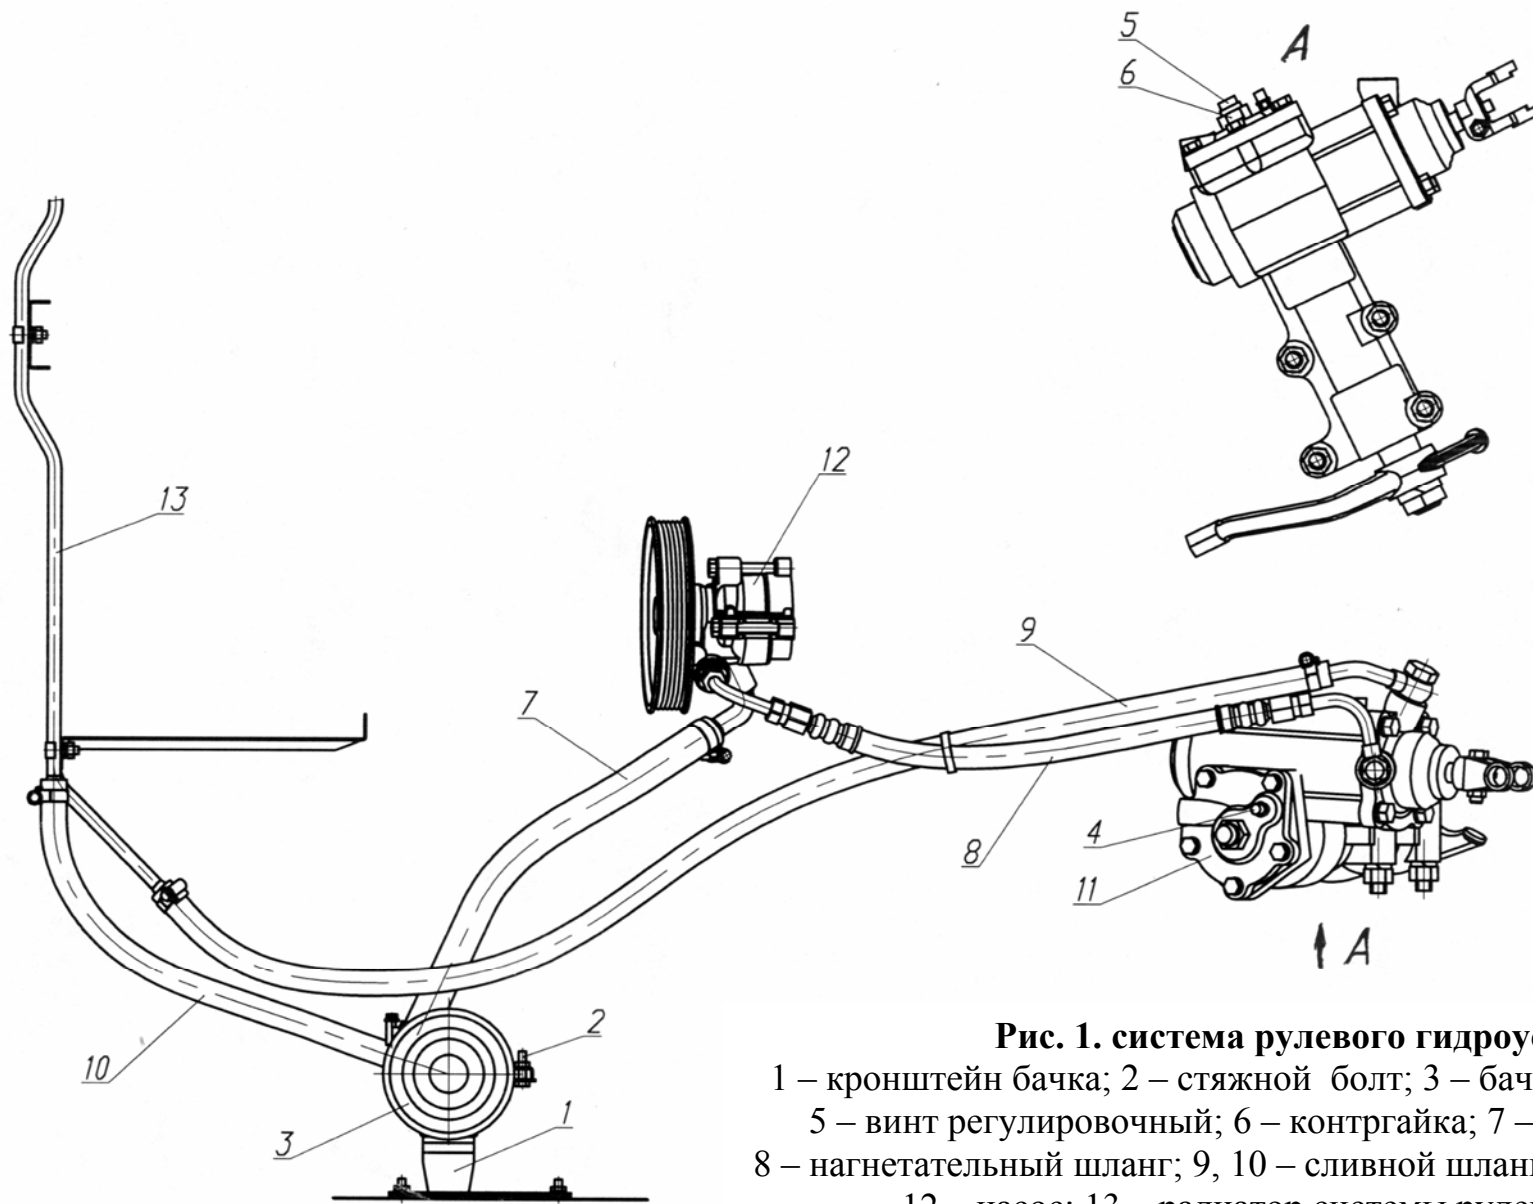

Рис. 1. система рулевого гидроусилителя:
- отвернуть контргайку 6 (рис.1) на 2...3 оборота;
- отсоединить сливной шланг 7 (рис.1) от бачка 3 и слить в предназначенную для этого емкость масло из бачка и шланга;